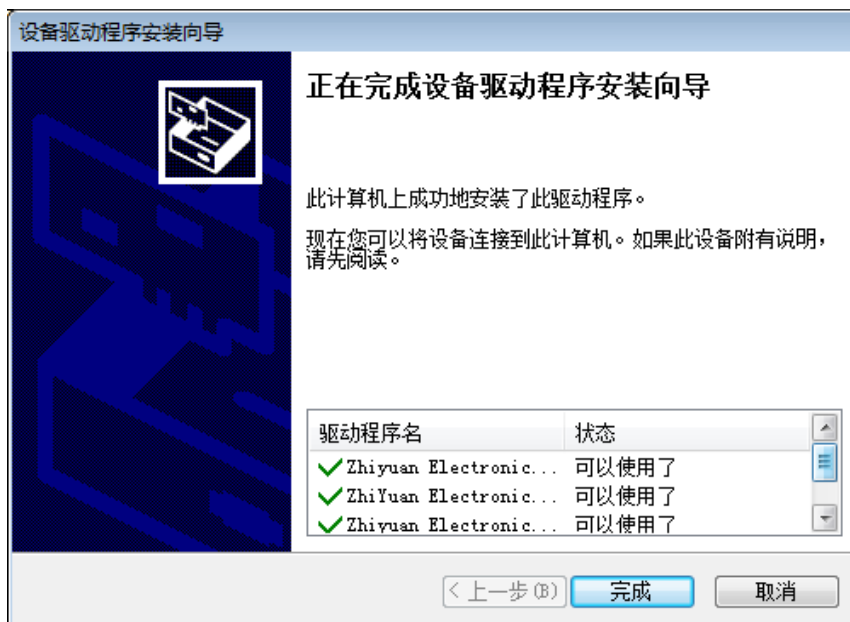

图 2.16 驱动安装完成
4. 如图 2.16 所示，驱动安装完成，点击“完成”按钮，结束安装。